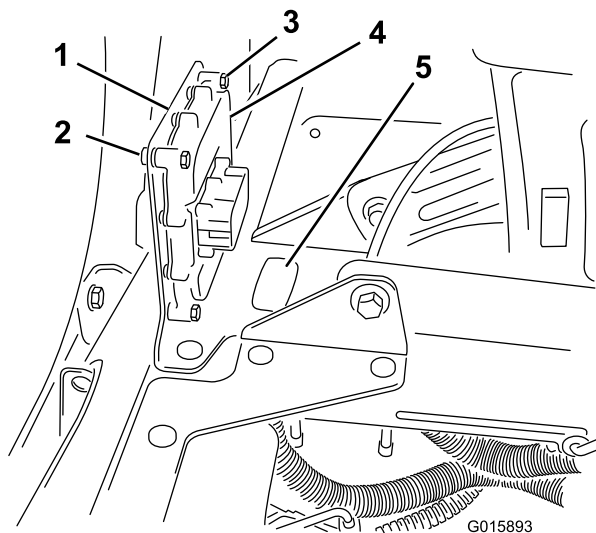

Figura 15
1. Retire a tomada de ejeção (Figura 15).
3. Instale o suporte de montagem à estrutura do banco da máquina, entre e por detrás dos bancos com o hardware existente (Figura 15).